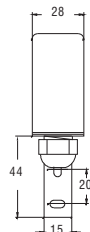

Fig. 4
- Parte trasera del cuadro con Kit bajo pedido (fig. 4)